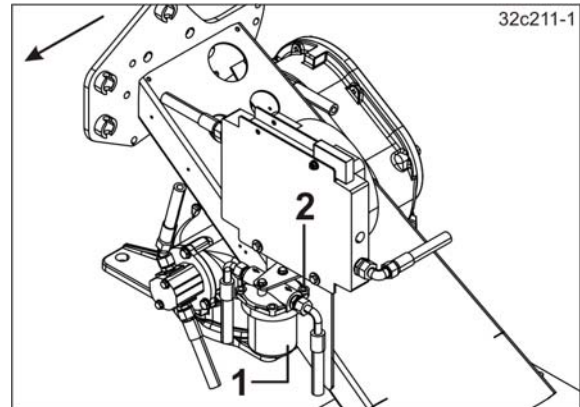

Bild 181
1. Demontera oljefilterbehållaren (Bild 181/1).
- 1.1 Lossa skruvarna (Bild 181/2).